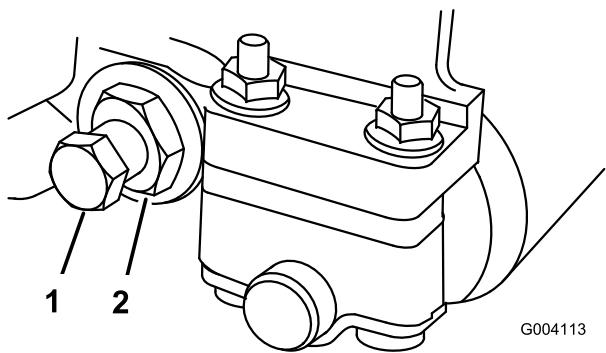

図 58
2. スプリング・テンション・ナットをゆるめて、ワッシャがベッドバーを全く押さないようにする（図 58）。
3. ベッドバー・ボルト（図 58）を固定しているジャムナット（機体両側）をゆるめる。